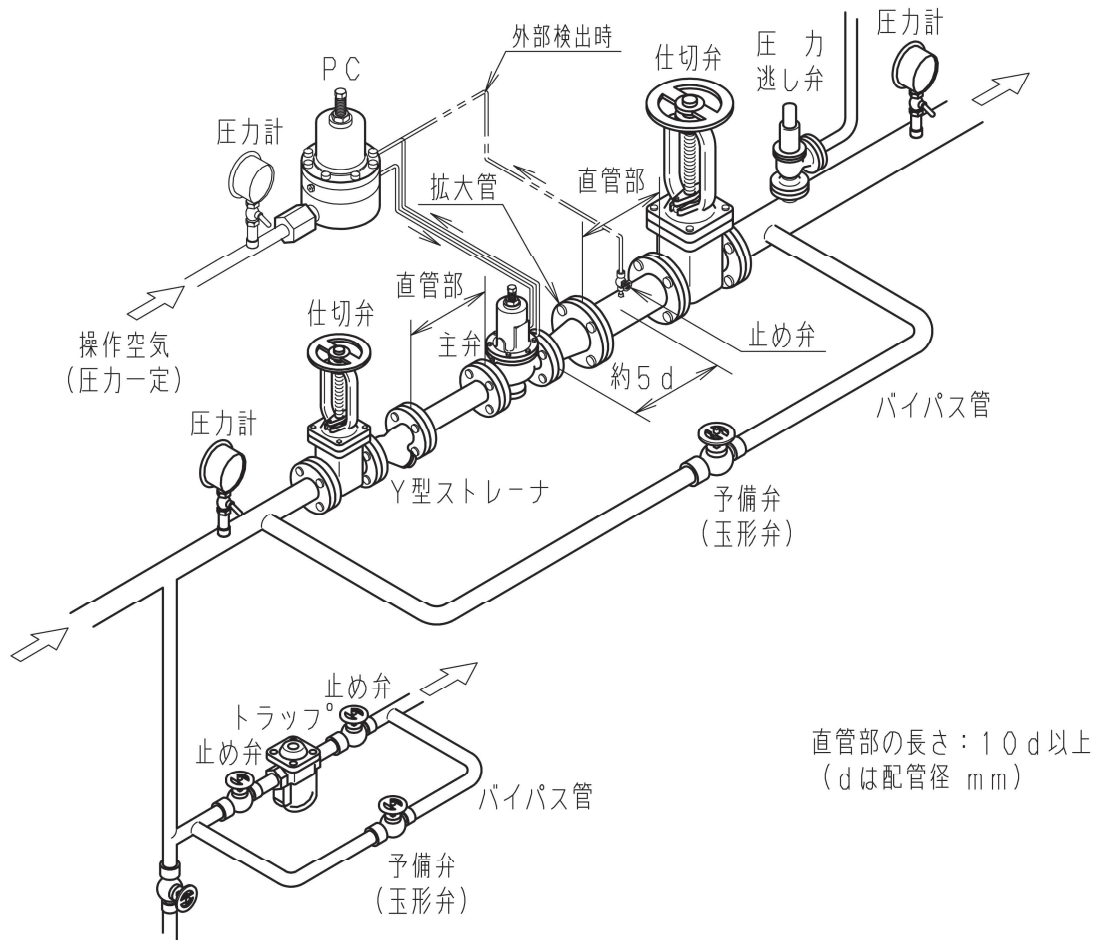
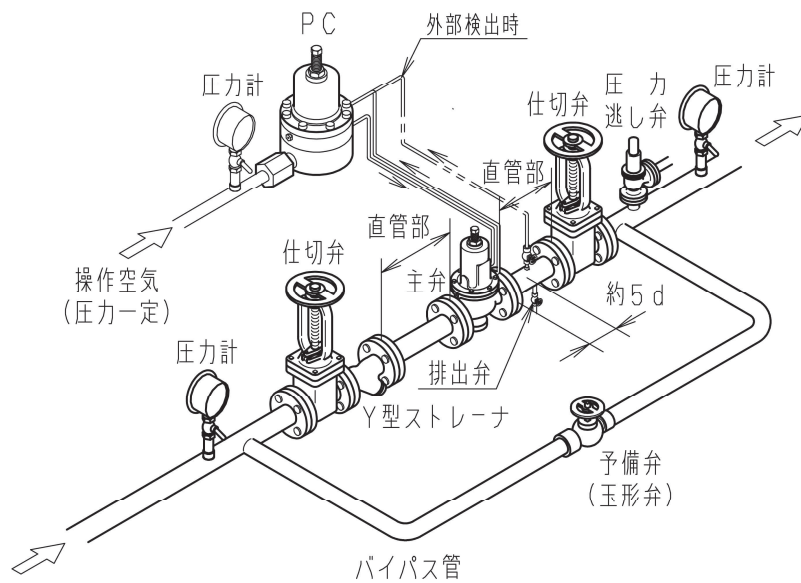

図6 配管例(気体用)
図7 配管例(液体用)
- (1) 本弁を取り付ける配管には図 6 及び図 7 に示すように、Y 型ストレーナ、圧力逃し弁及び予備弁(玉形弁)、さらには前後弁(仕切弁)及び圧力計を設置してください。
- (2) 本弁を気体を使用する場合、取付姿勢は任意です。
**注5** 保守・点検を考慮して正立(調節ねじ②が上向き)に取り付けることを推奨します。
- (3) 液体に使用する場合、水平配管に対して正立に取り付けるか、または垂直配管(流れ方向は任意)に取り付けてください。倒立(調節ねじ②が下向き)での使用はできる限り避けてください。